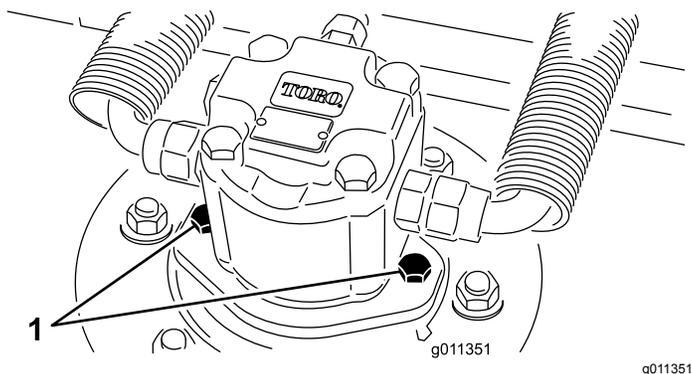

Figura 55
2. Desconecte el motor hidráulico y retírelo de la carcasa (Figura 55). Tape la parte superior del eje para evitar la contaminación.
4. Instale el motor hidráulico en la carcasa (Figura 55). Asegúrese de que la junta tórica está correctamente colocada y que no está dañada.